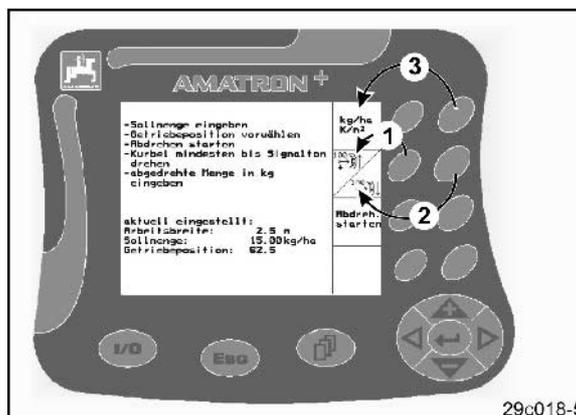

Fig. 9
- la tecla izquierda está asignada al campo de funcionamiento de arriba a la izquierda (Fig. 9/1).
- la tecla derecha está asignada al campo de funcionamiento de abajo a la derecha (Fig. 9/2).
Si aparecen campos cuadrados en la pantalla, sólo está asignada la tecla derecha al campo de funcionamiento (Fig. 9/3).